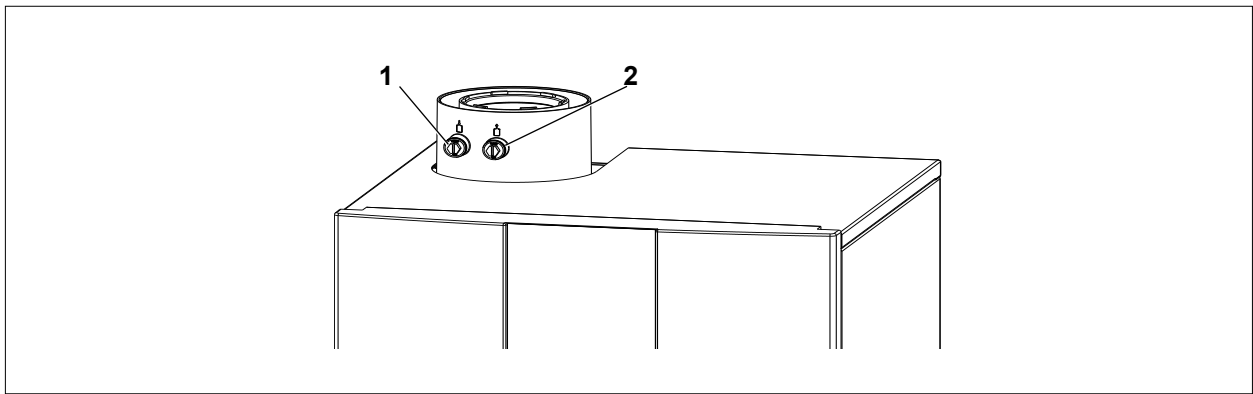

Abb. 6.2 Geräteanschluss mit Abgas-Messöffnung
- ▶ Kappe von rechter Messöffnung (Abb. 6.2) entfernen.
- ▶ Bei Bedarf CO₂/O₂-Wert gemäß Tab. 6.4 mit der Gasdurchflussschraube (2) korrigieren.